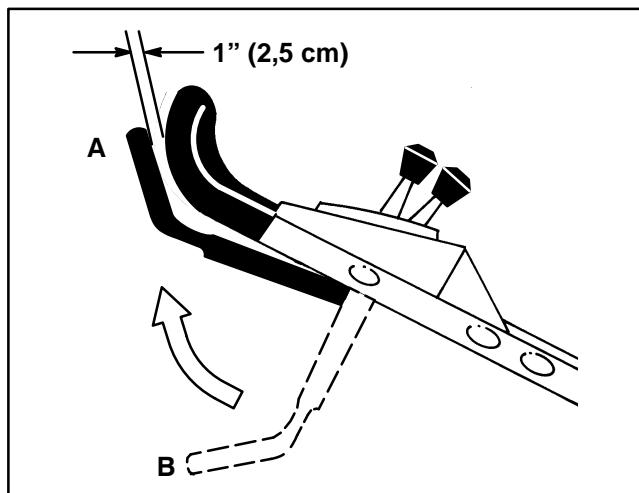

Abbildung 17
8. Die Schaltleiste in die normale Betriebsstellung (Messer zugeschaltet) bringen (ca. 2,5 cm unter dem Handgriff) (Stellung A, Abb. 17). Das "Ventilatorgeräusch" deutet an, dass sich das Schnidmmesser dreht.
9. Die Schaltleiste loslassen (Abb. 17, Stellung B). Dann sollte ein "Knall" vernehmbar sein. Das Messer muss dann innerhalb von drei Sekunden zum Stillstand kommen.